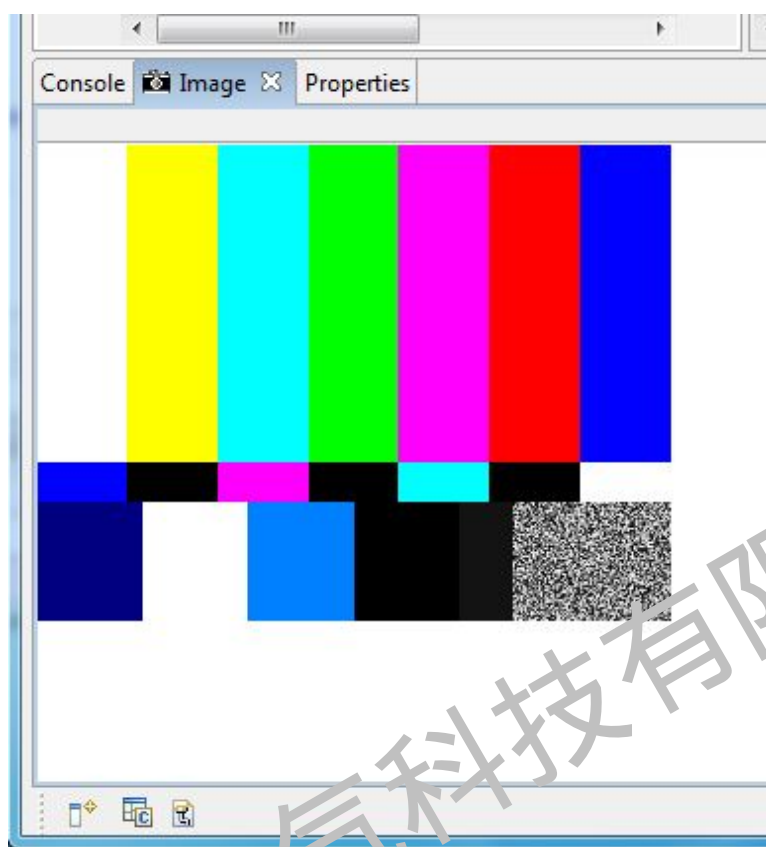

图 1-11-13
- 选择“Image (图像)”选项卡，然后右键单击并选择“Refresh (刷新)”。应该会显示下图 1-11-13 的图像。